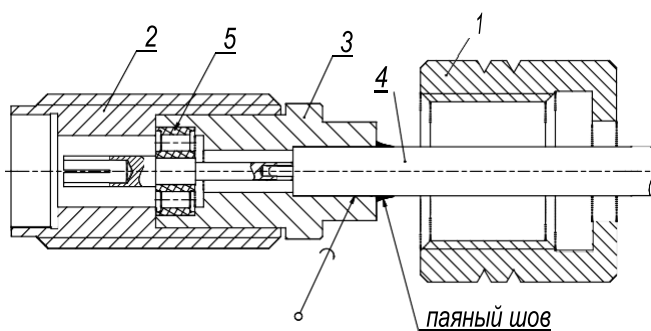

Рис. 30. Монтаж кабеля к корпусу соединителя
- 2) Наденьте стягивающую гайку 1 на кабель 4 (рисунок 30). Произведите пайку корпуса 3 на кабель 4. При монтаже должен формироваться цельный паяный шов. Не допускается попадание припоя на центральный проводник и изолятор кабеля при установке корпуса соединителя;
- 3) Наденьте корпус 2 на корпус 3 (рисунок 30). Плотно скрутите корпус кабельного соединителя 2 со стягивающей гайкой 1 (предварительно нанесите клей Loctite 243 на место резьбового соединения корпуса со стороны стягивающей гайки 1). Для установки стягивающей гайки можно использовать приспособление для монтажа блочных резьбовых соединителей типа розетка ЖНКЮ.296371.030-02.